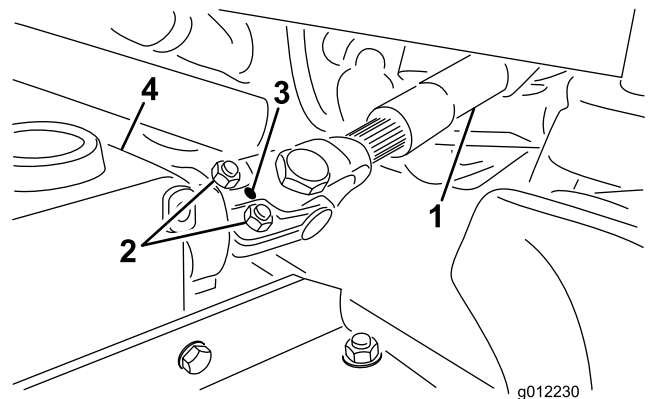

Figura 6
1. Introduzca el árbol macho de la toma de fuerza en el árbol hembra de la toma de fuerza (Figura 6). Alinee los taladros de montaje del eje primario de la caja de engranajes con los taladros del árbol de la TDF y júntelos.
2. Fíjelos con un pasador cilíndrico (Figura 6).
3. Apriete los pernos y las tuercas (Figura 6).